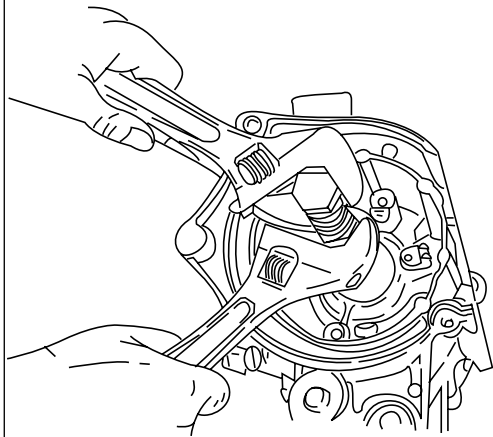

Fig. 6
- Sujetar la tuerca y girar el tornillo en sentido horario para acoplar el semicarter (Fig. 6).